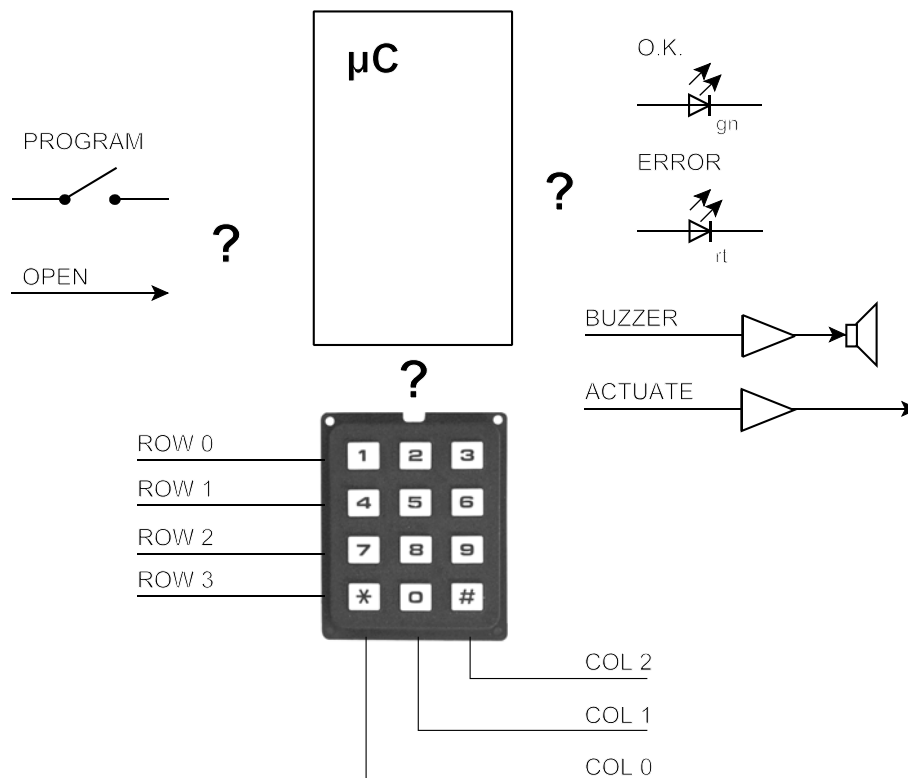

Abb. 9 Codeschloß
25. Es ist ein Codeschloß zu entwickeln. Hierfür ist ein Mikrocontroller einzusetzen (Abb. 9).